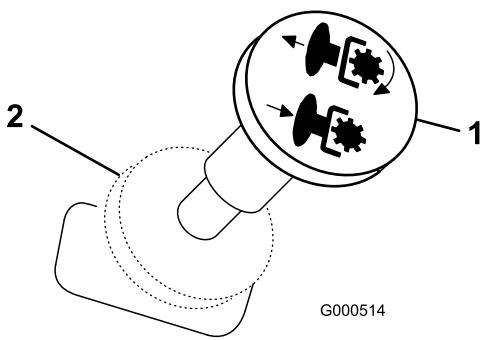

Figure 11
3. Tirez sur la commande des lames pour engager les lames (Figure 11).
Poussez la commande de lames en position Désengagée pour désengager les lames (Figure 11).